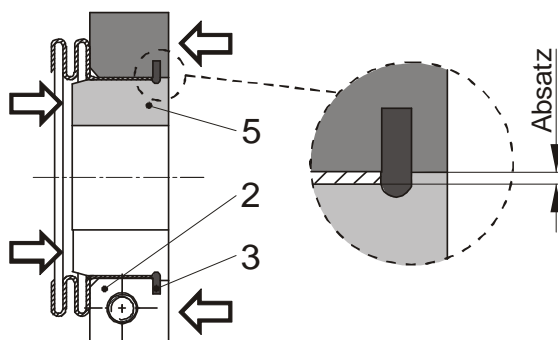

Bild 4
Wegen des Absatzes (siehe Bild 4) kann die Reduzierbuchse (5) nur in einer Richtung aus dem Klemmring herausgedrückt werden.